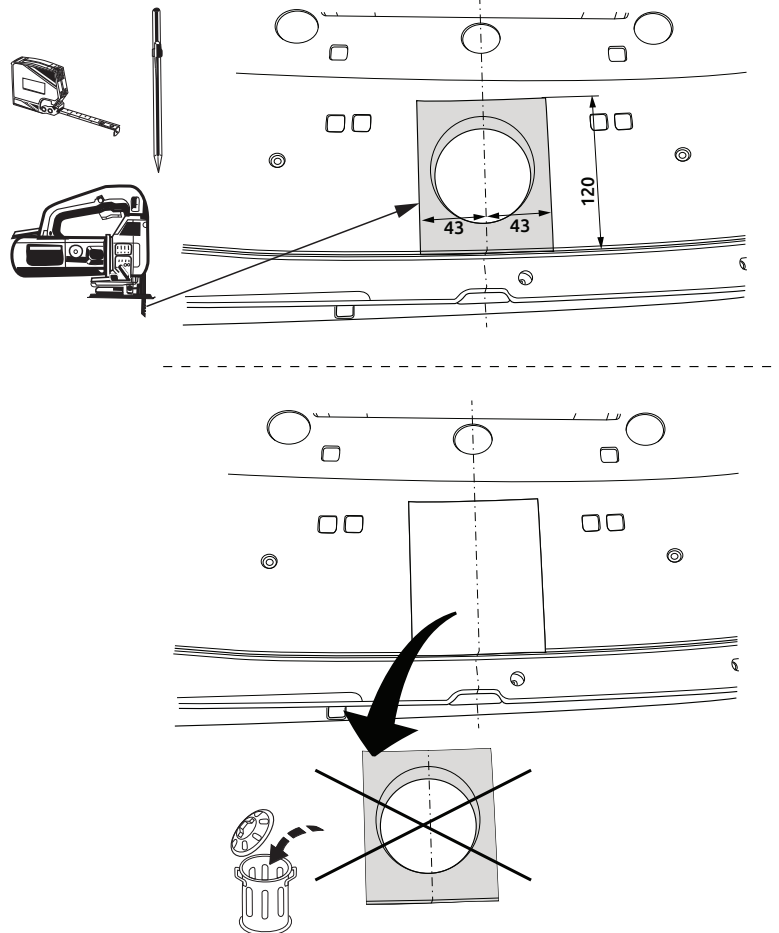

Fig. 2
6. Выпилить часть из закрывающей пластины, как указано на рис. 2.